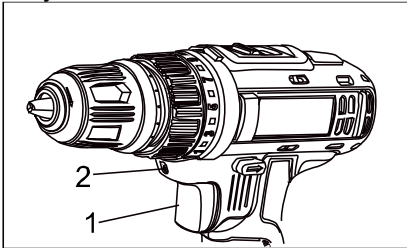

Рис.7
Встроенная подсветка (2) включается автоматически при нажатии кнопки включения (1) (рис.7) и автоматически выключается при ее отпускании.